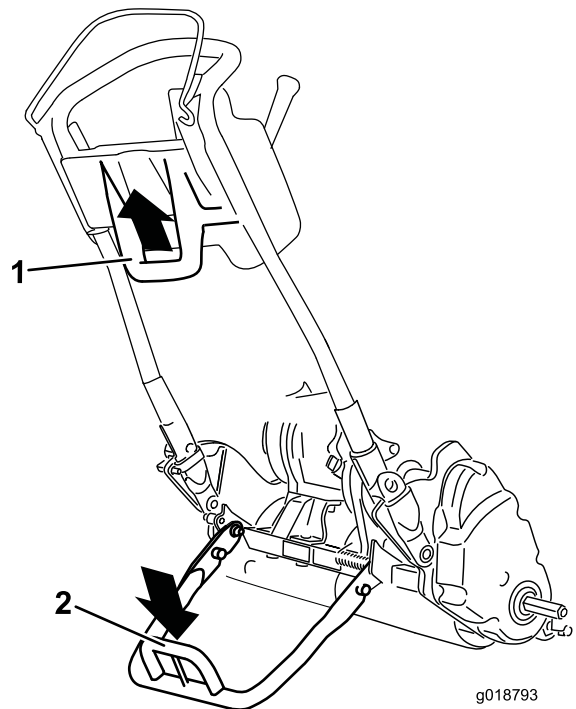

Figura 28
- Para utilizar el caballote para instalar las ruedas de transporte, baje el caballote al suelo y pise la barra mientras tira hacia arriba y hacia atrás del manillar central inferior (Figura 28).